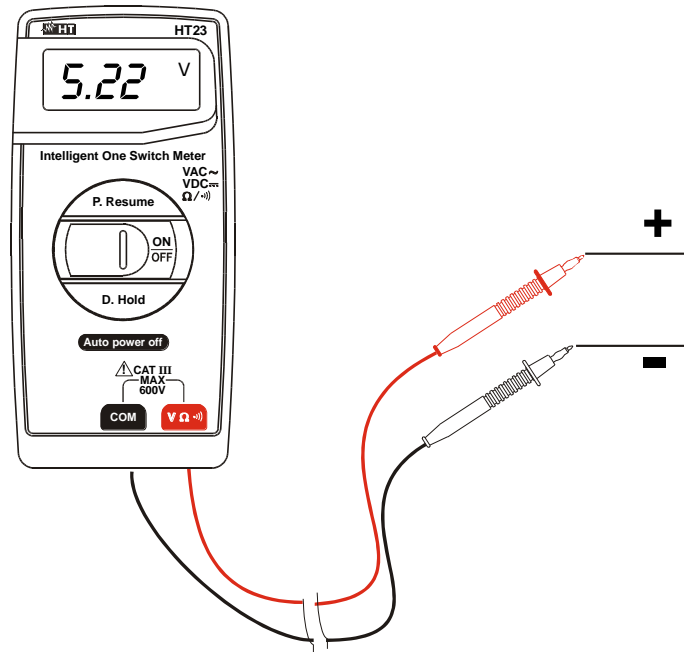

Fig. 2: Utilização do instrumento para medir Tensões CC.
1. Inserir o cabo vermelho no terminal de entrada **VΩ** e o cabo preto no terminal de entrada **COM** (Fig. 2).